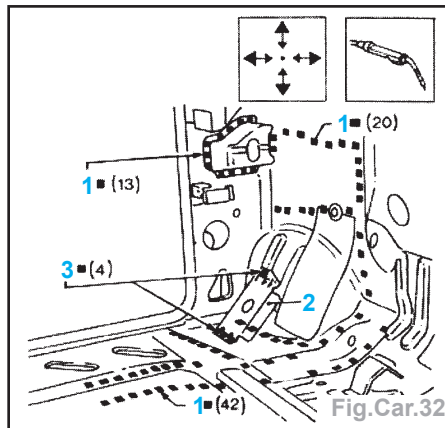

Fig.Car.32
- Effectuer des soudures de remplissage (1), mettre en place la pièce (2) et souder (3) (Fig.Car.32).